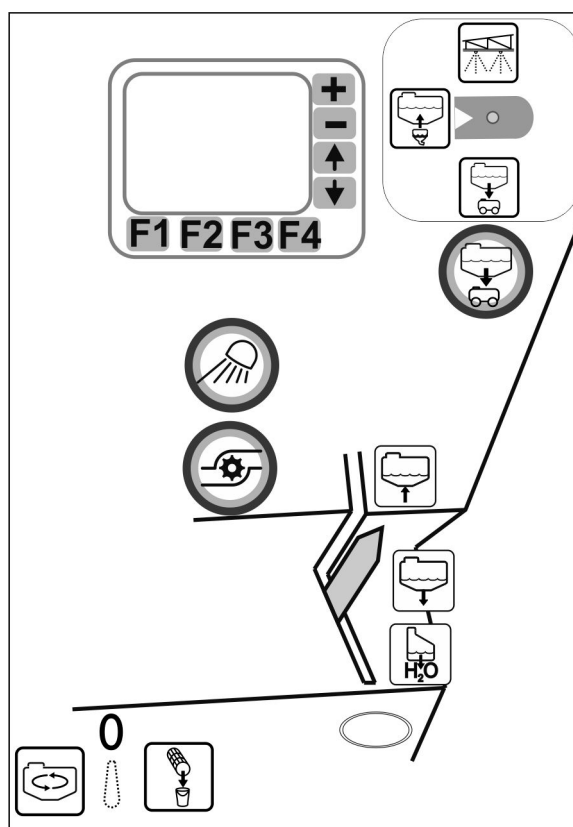

Bild 145
- Rengör sugfiltret (Bild 145) dagligen efter rengöring av fältsprutan.
- Smörj O-ringen nedtill på sugfiltret (Bild 145/4). Se till att O-ringen monteras korrekt.
1. Lossa locket på sugfiltret (Bild 145/2).
2. Ta ut locket med sugfilter (Bild 145/3) och rengör med vatten.
6. Lossa locket på sugfiltret (Bild 145/2).
7. Flytta avlastningsventilen på sugfiltret (Bild 145/1)
8. Ta ut locket med sugfilter (Bild 145/3) och rengör med vatten.